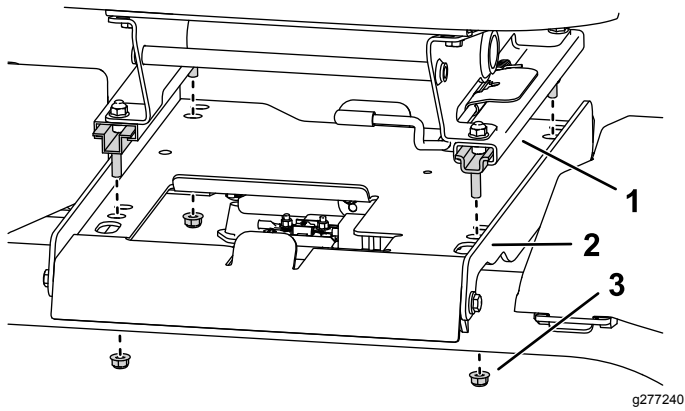

Figura 4
1. Instale los 4 espárragos de los raíles del asiento en la base del asiento, y sujételos con cuatro tuercas con arandela prensada (Figura 4).
Nota: Si necesita ajustar más el asiento, retire los cuatro pernos que sujetan el asiento a los raíles y traslade el asiento al otro conjunto de taladros de montaje provistos (**Figura 4**).